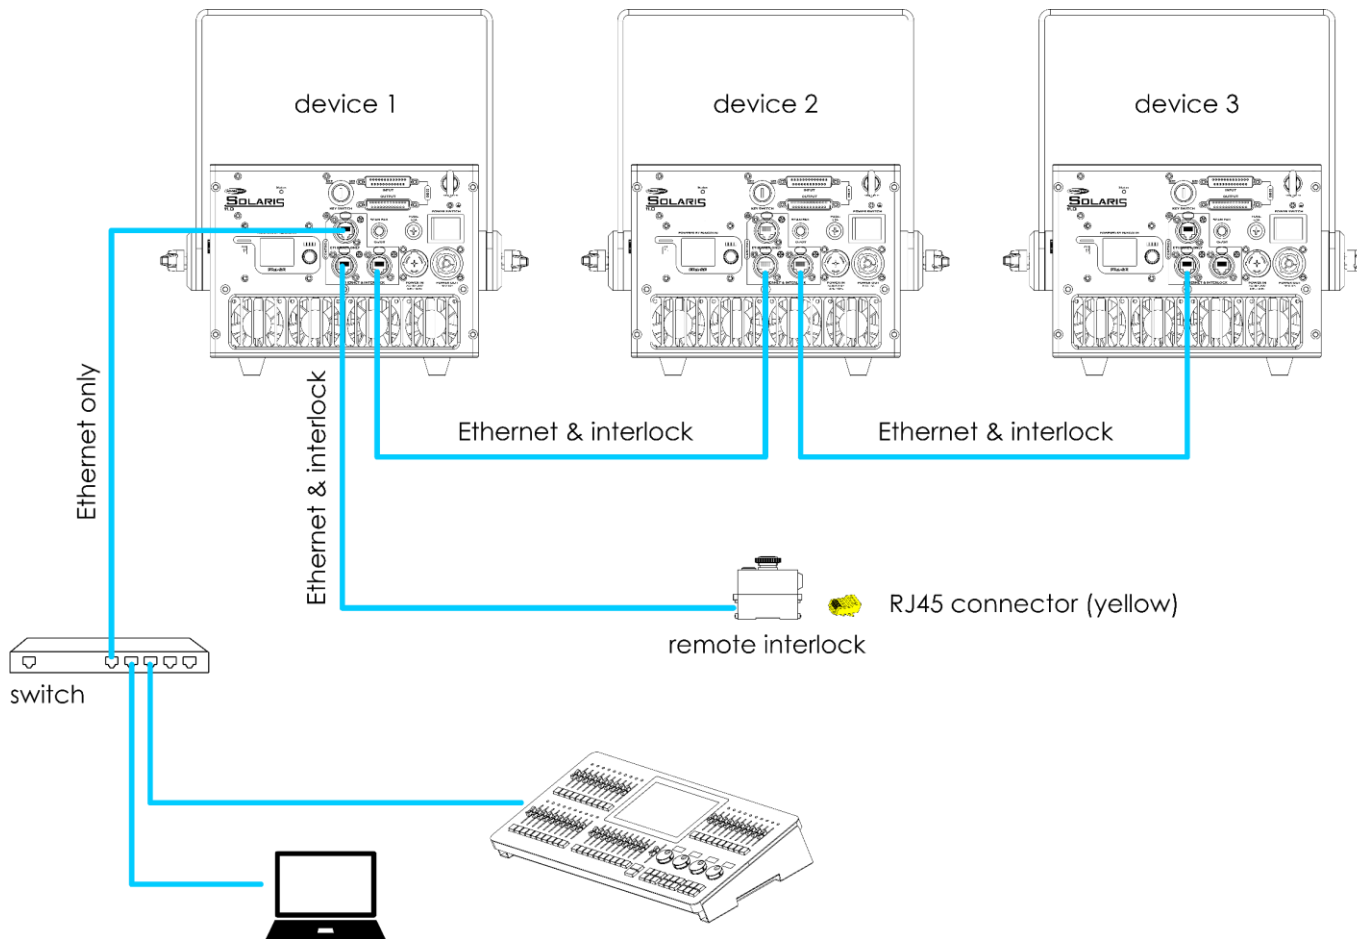

Abb. 14
In Abb. 14 sehen Sie ein typisches Setup mit mehreren Geräten. Befolgen Sie die folgenden Schritte, um das Gerät an einen Computer/Lichtcontroller, die Fernverriegelung und an andere Geräte anzuschließen:
- 01) Schließen Sie den RJ45-Anschluss des Computers/Lichtcontrollers an den **RJ45-Anschluss nur für Ethernet (12)** am ersten Gerät an. Verwenden Sie dafür ein CAT-5-CAT-5E-/CAT-6-Kabel. Für größere Setups können Sie einen Switch zwischen das erste Gerät im Setup und den Computer/Lichtcontroller schalten.
- 02) Schließen Sie den **RJ45-Anschluss (33)** der mit dem Gerät mitgelieferten Fernverriegelung an einen der **RJ45-Anschlüsse für Ethernet & Fernverriegelung (23)/(24)** am ersten Gerät im Setup an. Verwenden Sie dafür ein CAT-5-CAT-5E-/CAT-6-Kabel.
- 03) Schließen Sie den **RJ45-Anschluss für Ethernet & Fernverriegelung (23)/(24)** des ersten Geräts an den **RJ45-Anschluss für Ethernet & Fernverriegelung (23)/(24)** des zweiten Geräts an. Verwenden Sie dafür ein CAT-5-CAT-5E-/CAT-6-Kabel.
- 04) Wiederholen Sie Schritt 3, um die gewünschte Anzahl an Geräten wie in Abb. 14 zu verbinden.
- 05) Stecken Sie den mit dem Gerät mitgelieferten gelben RJ45-Stecker in den **RJ45-Anschluss (32)** der Fernverriegelung.